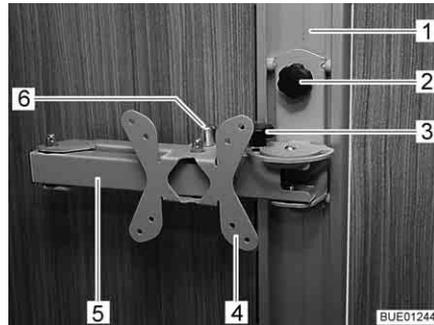

Fig. 69 Soporte sobre riel
- Soltar el tornillo de torniquete (Fig. 69,2) y desplazar el soporte (Fig. 69,4) del riel (Fig. 69,1) hasta la altura deseada.
- Aflojar el tornillo de torniquete (Fig. 69,3).
- Tirar del botón de desbloqueo (Fig. 69,6). El brazo articulado (Fig. 69,5) estará desbloqueado.
- Volver a apretar el tornillo de torniquete (Fig. 69,3).
- Girar la pantalla plana de regreso a la posición inicial hasta que el brazo articulado (Fig. 69,5) engatille en el bloqueo de forma audible.
- Soltar el tornillo de torniquete (Fig. 69,2), desplazar el soporte (Fig. 69,4) hasta la altura deseada, y volver a apretar el tornillo de torniquete.